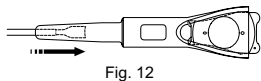

Fig. 12
6. Feche as mandíbulas da pinça de carregamento da ICL e da TICL e insira-as no barril, a partir da frente do cartucho. (Fig. 12)